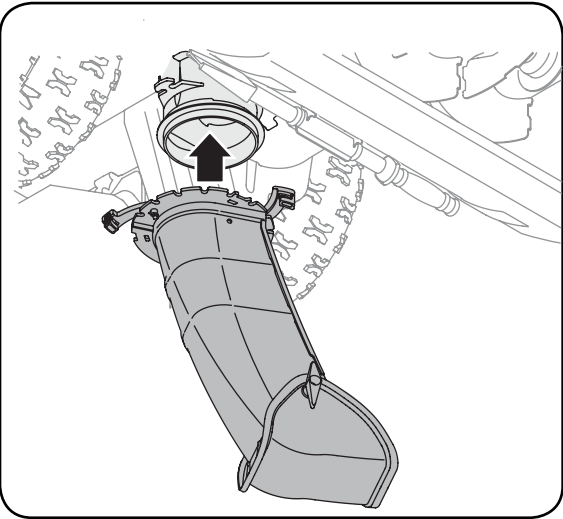
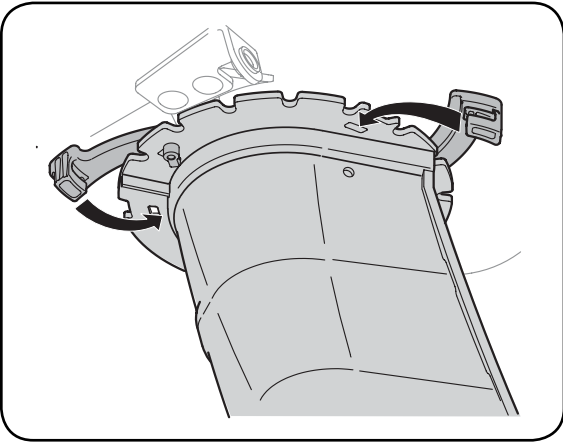

Figure 3-3
Figure 3-4
3. Positionnez la goulotte au-dessus de sa base, bien en place sur l'adaptateur. Voir la Figure 3-3. Fermez les brides pour maintenir la goulotte sur sa base. Elles se mettront en place automatiquement. Voir la Figure 3-4.